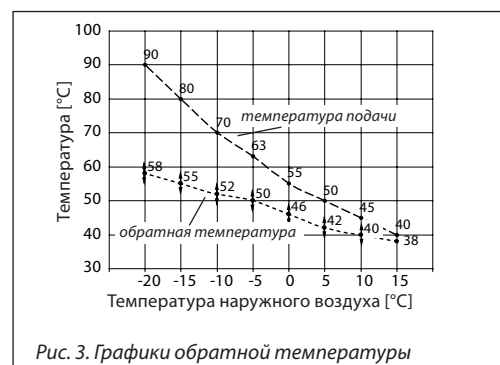

Рис. 3. Графики обратной температуры
- CCR3 и приводы, смонтированные на АВ-QM вместе с температурными датчиками, позволяют регулировать расход стояков путем управления обратной температурой. Увеличение обратной температуры автоматически обнаруживается контроллером CCR3, после чего расход стояка снижается в соответствии с установками (пониженная нагрузка стояков – пониженный расход). Благодаря этому улучшается регулирование температуры помещения и значительно снижается перегрев здания. По сравнению с вариантом системы прямого действия (термостатические элементы QT) вариант АВ-QTE обеспечивает более широкий температурный диапазон. Диапазон установок приведен на рис. 3. Все 8 установок обратной температуры соответствуют температуре подачи, обеспечивающей автоматическую адаптацию к погодным условиям по следующим правилам: чем ниже наружная температура, тем выше температура подаваемой воды – за исключением повышенной обратной температуры; обеспечивается непрерывная оптимизация по любому параметру подачи.